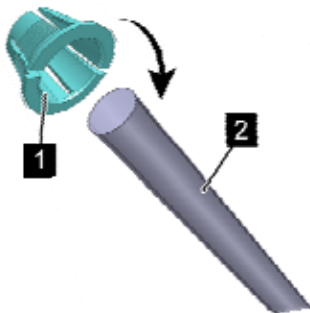

Abb. 3: Spannhülse auf Lichtleiter schieben
4. Schieben Sie an jedem Ende des Lichtleiters (Abb. 3/2) eine Spannhülse (Abb. 3/1) auf. Achten Sie darauf, dass beim Aufschieben der Abschlussring der Spannhülse immer zur Mitte des Lichtleiters zeigt (Abb. 3).